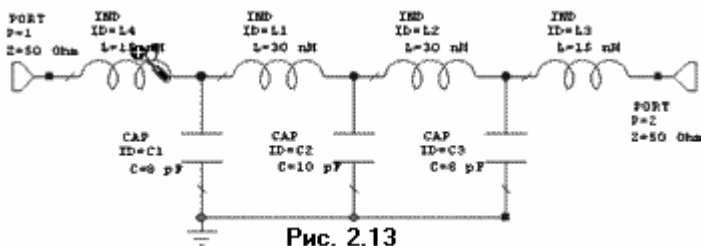

Рис. 2.13
3. Поместите курсор на параметр **L** индуктивности **L1**. Курсор должен отображаться в виде перекрестия, как показано на рис. 2.13 (белое перекрестие в чёрном кружке).